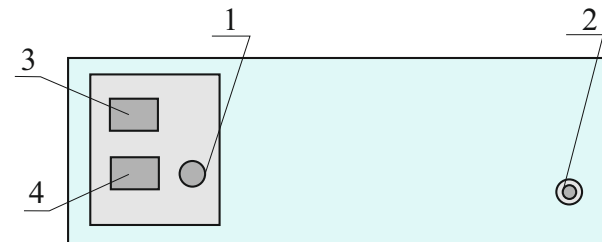

Рис. 2
3. Подсоединить шланг от вакуумного насоса к штуцеру 4 (рис.2)
4. Включить вилку питающего провода вакуумного насоса в гнездо 3 (рис.2)
5. Включить сетевой провод в гнездо 4 (рис.2) и только после этого в розетку